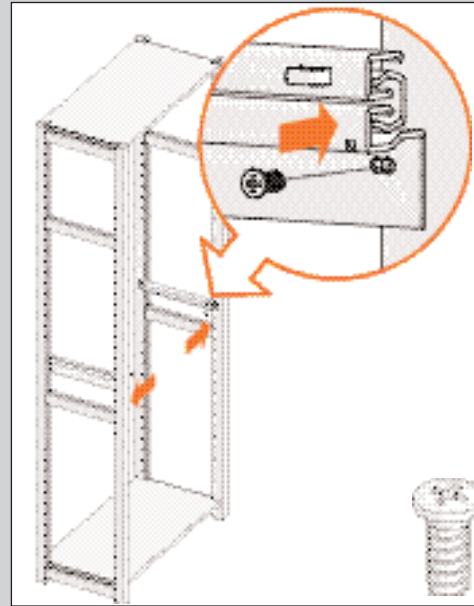

ABBILDUNG 27
5. Befestigen Sie die Führungen an der Vorderseite mit den Schrauben. Benutzen Sie hierfür das vordere Loch der Führungen (siehe Abb. 27).